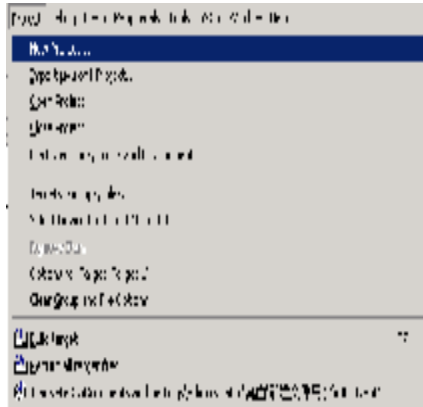

图 1-2 Project 菜单
1) 选择【Project】/【New Project】选项，如图 1-2 所示。